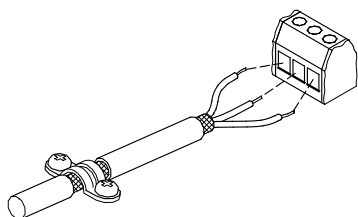

Рис. 19 Пример снятия изоляции кабеля с экраном
- По возможности оставляйте экран как можно ближе к соединительным клеммам. См. рис. 19.